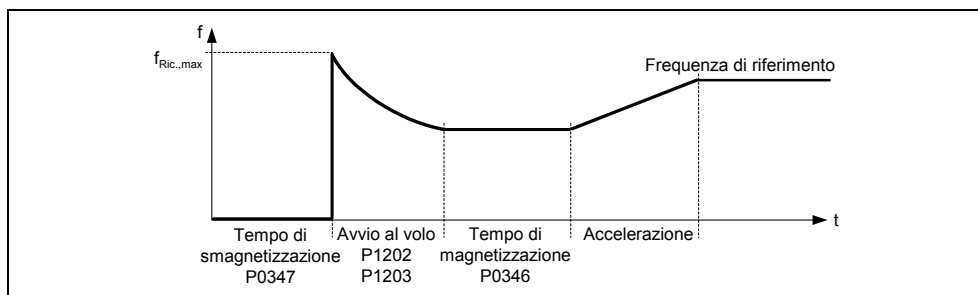

Figura 3-61 Ripresa
In relazione al contenuto del parametro P1200, trascorso il tempo di smagnetizzazione P0347, viene avviata la ripresa con la frequenza massima di ripresa  $f_{Ric,max}$  (vedi Figura 3-61).
- Caratteristica V/f (P1300 < 20): con la velocità di ricerca che viene calcolata in base al parametro P1203 si riduce la frequenza di ricerca in base alla corrente del circuito intermedio. In tale fase viene utilizzata la corrente di ricerca parametrizzabile P1202. Se la frequenza di ricerca si avvicina alla frequenza del rotore la corrente nel circuito intermedio cambia improvvisamente, dal momento che si crea un flusso all'interno nel motore. Una volta raggiunto questo stato la frequenza di ricerca viene mantenuta costante e la tensione di uscita cambia con il tempo di magnetizzazione P0346 fino a raggiungere il valore di tensione della caratteristica V/f (vedi Figura 3-61).